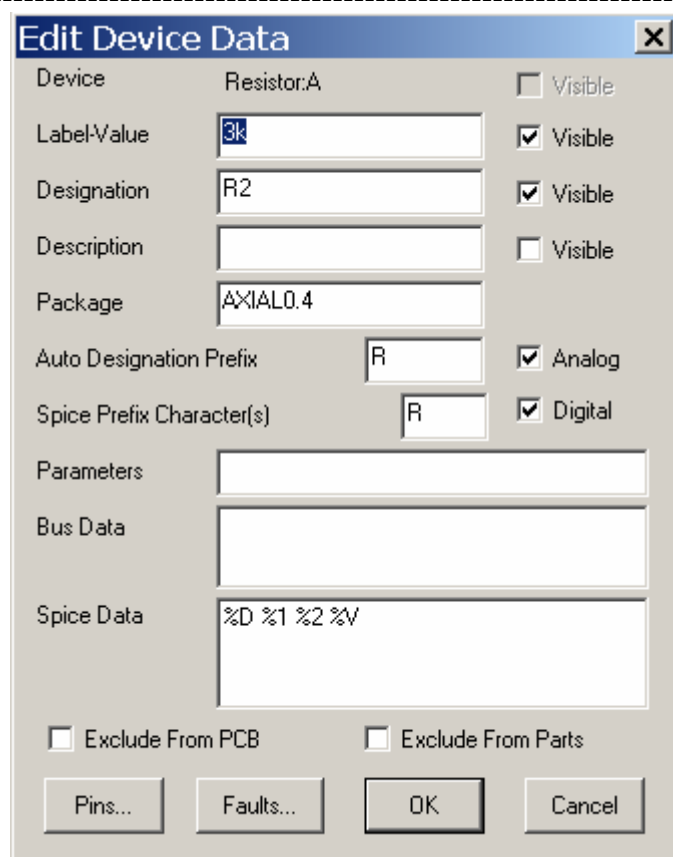

Рис. 17. Окно с параметрами резистора
3. После того, как все компоненты расставлены по своим местам, следует проверить соответствие принадлежащих каждому из компонентов данных с данными по схеме из пункта 1. Если возникает необходимость изменить данные резистора, конденсатора или катушки индуктивности, то следует выполнить двойной щелчок левой клавишей мышки на картинке этого компонента. При этом появляется диалоговое окно, в котором следует внести нужные изменения. Пример для изменения данных резистора показан на рис. 17.